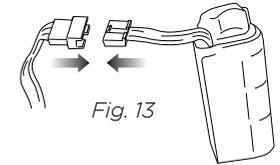

Fig. 13
**6** Connectez la borne de l'appareil au connecteur de borne du nouveau bloc-batterie SharkMD (XBAT300C) et remplacez le bloc-batterie dans l'appareil. **(Fig. 13)**